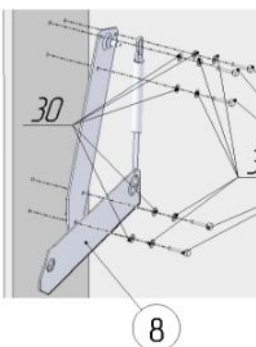

Рис.4.1 Слева
4. Присоединить к боковинам короба механизмы подъёма поз.7 и 8, используя болт М8х25 поз.21, шайбы Ø8 поз.30, шайбы стопорные Ø8 поз.30А (рис.4.1 и 4.2).
ВНИМАНИЕ!!! ШАЙБА СТОПОРНАЯ Ø8 ПОЗ. 30А ДОЛЖНА НАХОДИТЬСЯ МЕЖДУ ШАЙБОЙ Ø8 ПОЗ.30 И ГОЛОВКОЙ БОЛТА ПОЗ.21 (СМ. РИС. 4.1 И 4.2).